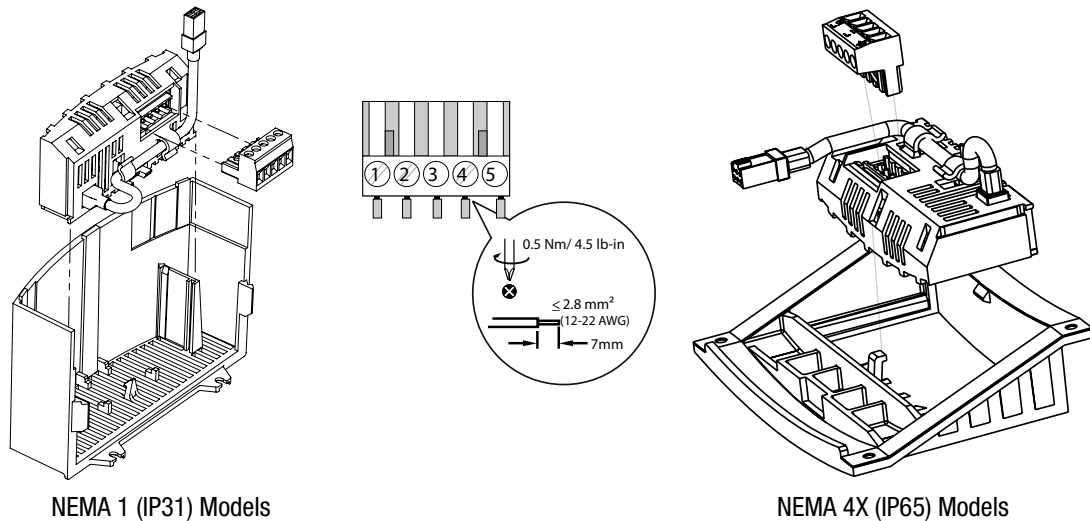

Abbildung 2: Installation des RS-485/LECOM Kommunikationsmoduls
2. Das RS-485/LECOM-Optionsmodul in den Klemmenkasten einsetzen und durch "Einklicken" in Position sichern, siehe Abb. 2.